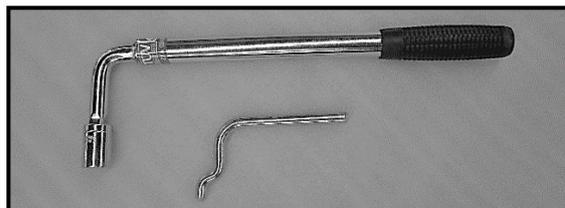

Fig. 40 Figura de las herramientas suministradas
- Herramienta(s) especial(es) para el montaje de los filos de cuchilla (Fig. 40).
- La llave para desbloquear la lona protectora (Fig. 40).